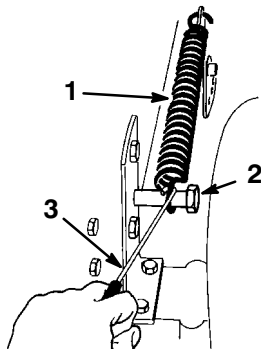

Figure 38
4. Décrochez le boulon de fixation du ressort compensateur de hauteur de coupe (Fig. 38), à l'aide du crochet fourni avec la machine. Ce ressort se trouve entre le châssis et la roue arrière droite.
13. Mettez le levier de hauteur de coupe (relevage du plateau) en position "D". Accrochez le ressort de compensation au boulon de fixation pour ne pas le perdre (Fig. 38).